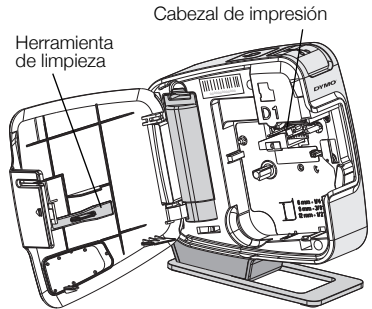

Figura 7
- 4 Retire la herramienta de limpieza del interior de la cubierta. Consulte la Figura 7. Si no tiene una herramienta de limpieza, comuníquese con Atención al Cliente de DYMO (<http://support.dymo.com>).